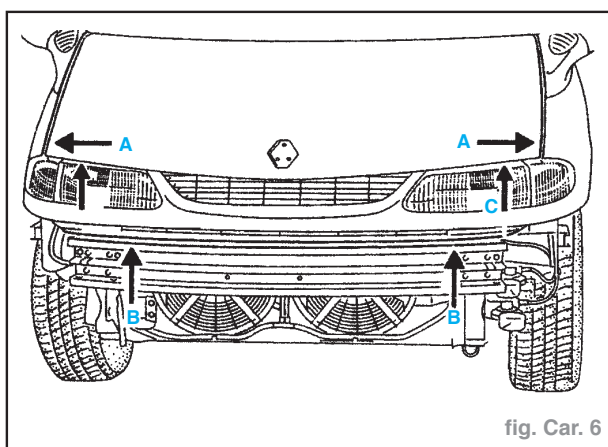

fig. Car. 6
- Régler l'affleurement du capot avec l'aile et le rétroviseur (A) en soulevant la façade avant en (B) et les butées (C) (fig. Car. 6).